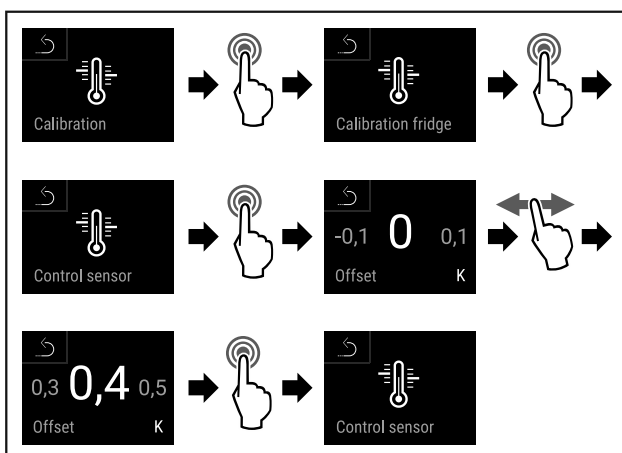

Fig. 137
- ▶ Stappen (zie Fig. 137) uitvoeren.